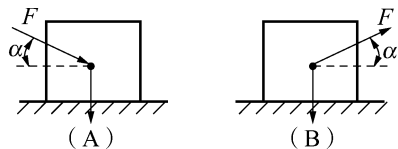

图12
39. 如图12所示, 重量为 G , 与水平支撑面的滑动摩擦系数为 μ , 力 F 与水平面夹角为 α , 欲使物体水平向右滑动则图(A)与图(B)相比, 则(A)图 ()。